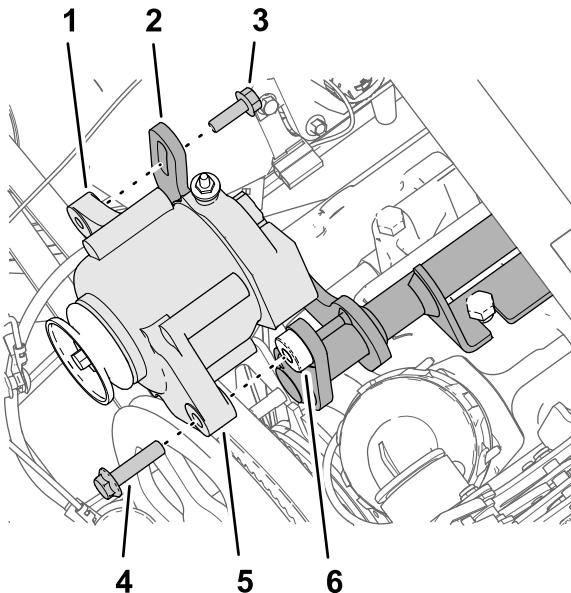

Figure 184
2. Fixez la bride filetée de l'alternateur à la bride fendue du support d'alternateur (Figure 184) avec le boulon à embase (8 x 25 mm).
1. Fixez l' alternateur (60 A) au bossage fileté du support d' alternateur (Figure 184) avec le boulon à embase (3/8" x 1 1/2").